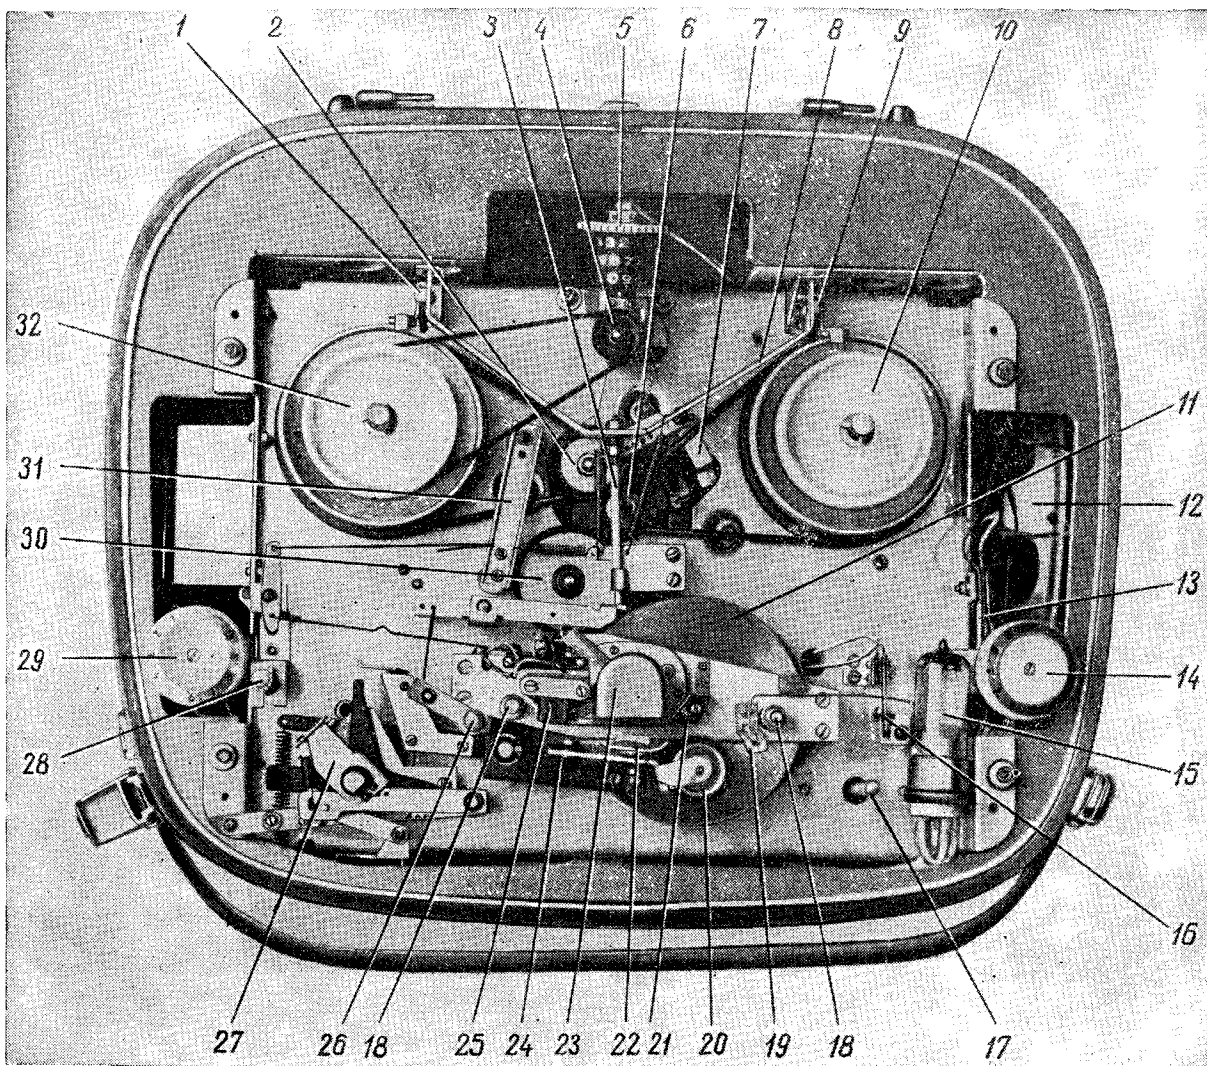

Рис. 104. Расположение деталей лентопотяжного механизма и органов управления магнитофона «Астра-2»
**Лентопротяжный механизм.** Под декоративной панелью на стальной плате расположен лентопротяжный механизм (рис. 104). Он состоит из трех основных узлов: приемного, подающего и узла ведущего вала. Механизм приводится в движение одним электродвигателем ЭДГ-1М, имеющим на валу двухступенчатый шкив. Вращение электродвигателя передается узлам лентопротяжного механизма при помощи трех пассиков и двух обзениженных роликов.